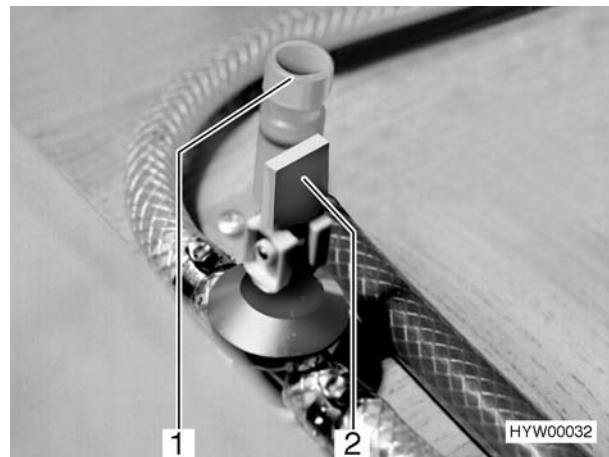

Bild 126 Ablassventil Boiler
- Weiße Ventilkappe (Bild 126,1) im Uhrzeigersinn zudrehen.
- Ablassventil Boiler: Ventilhebel (Bild 126,2) waagrecht stellen.
- Ablassventil Boiler öffnen. Dazu den Hebel am Ablassventil Boiler (Bild 126,2) senkrecht stellen.